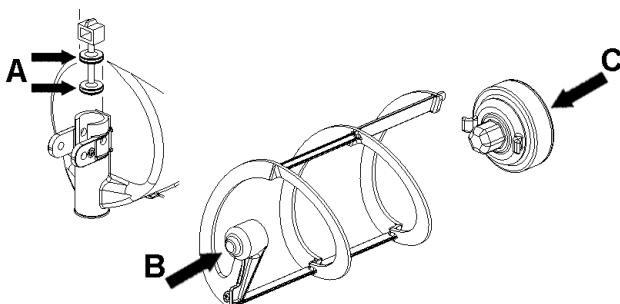

figura 12
- 2 Lubricar el pistón grifo, el rascador interior y el rotor magnético (en los puntos A, B y C indicados en la (ver figura 12) utilizando solamente la grasa suministrada por el fabricante u otro grasa para uso alimenticio